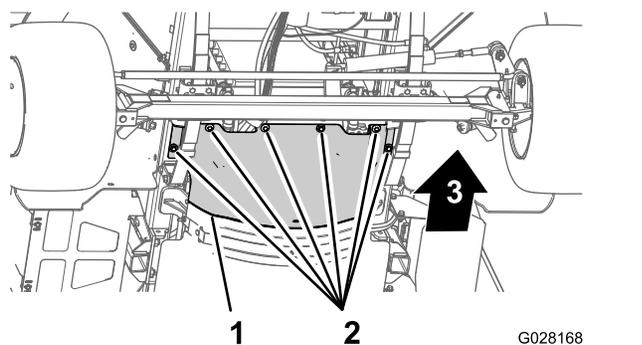

Figura 59
3. Rimuovete i 6 bulloni a testa esagonale e le 6 rondelle che fissano lo schermo termico anteriore avanti allo chassis e rimuovete lo schermo (Figura 59).